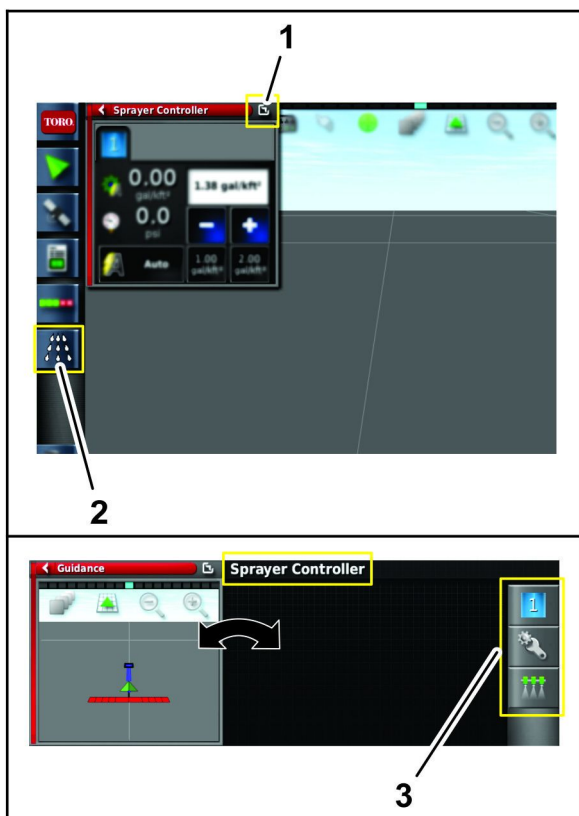

Рисунок 95
E. Нажмите на значок конфигурации в подменю контроллера опрыскивателя, чтобы отобразить на дисплее меню конфигурации (Рисунок 95).
2. Нажмите на значок переключения окон для возврата к меню контроллера опрыскивателя (Рисунок 95).